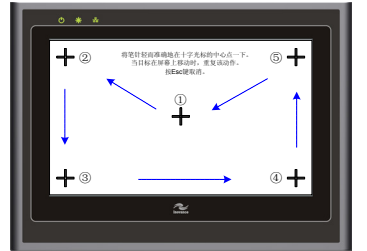

图7 校准操作过程示意图
按图7所示, 把汇川PLC与HMI进行连接 (汇川HMI接口端为DB9母座, 自制线端口为公头)。
- ◆ 进入校准模式后, 屏幕中间出现一个“+” (如图7所示)。